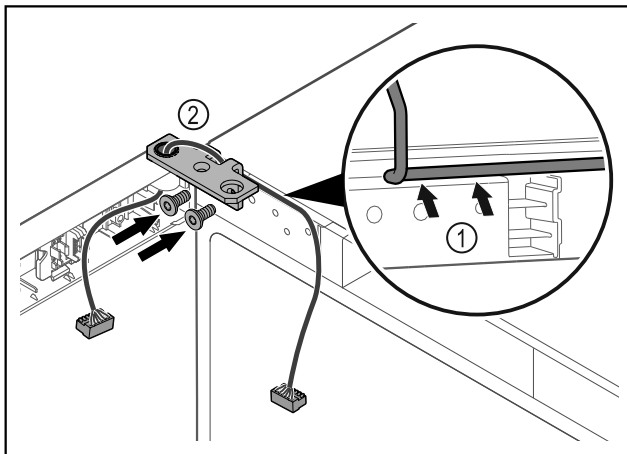

Fig. 46
- Faire passer le câble avec précaution par le trou de l'équerre de charnière Fig. 46 (1).
- Visser l'équerre de charnière Fig. 46 (2).